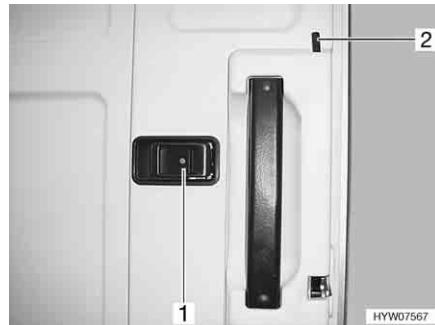

Fig. 37 Serratura della porta di ingresso, lato interno
- Tirare la maniglia (Fig. 37,1). La serratura della porta si sblocca.
- Premere il bottone di sicurezza (Fig. 37,2).